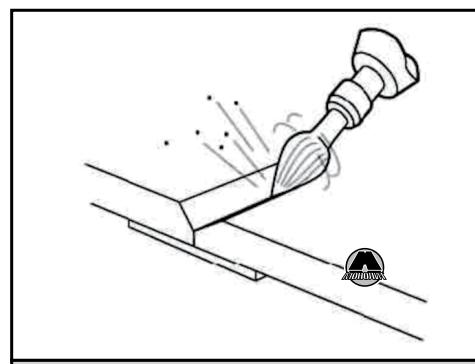

Рис. 1.
- Механическую обработку краев повреждения с помощью фрезы или абразивного круга для придания месту будущего шва V-образного профиля (рис. 1). Это увеличит площадь контакта пластика с kleем, соответственно возрастет прочность соединения.